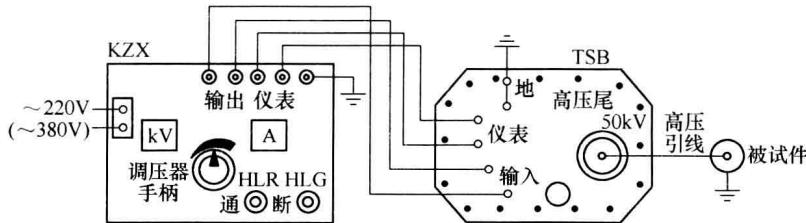

图 2-9 单台 TSB 系列高压试验变压器的外部接线
- 按图 2-9 接好工作线路, 变压器外壳、控制箱(台)外壳及公共地线必须接在良好接地体上, 不允许随意接在自来水管或其他金属管道上。